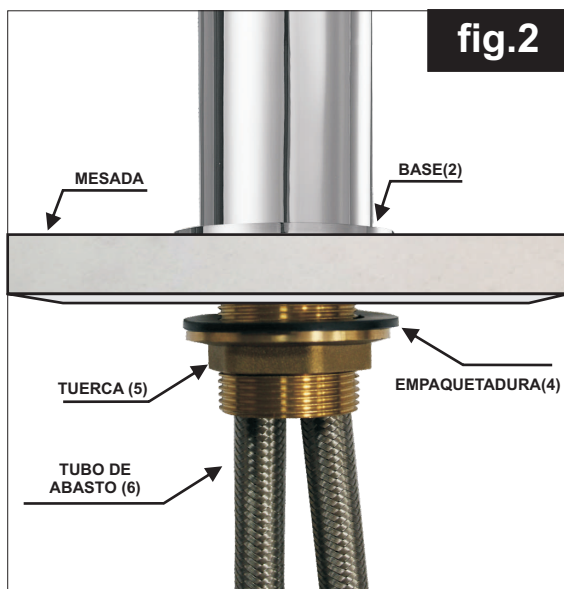

fig.2
- Fijar el cuerpo con la empaquetadura (4) y la tuerca (5) (**fig.2**)
- Fix the body with pvc washer (4) and nut (5) (**fig. 2**)